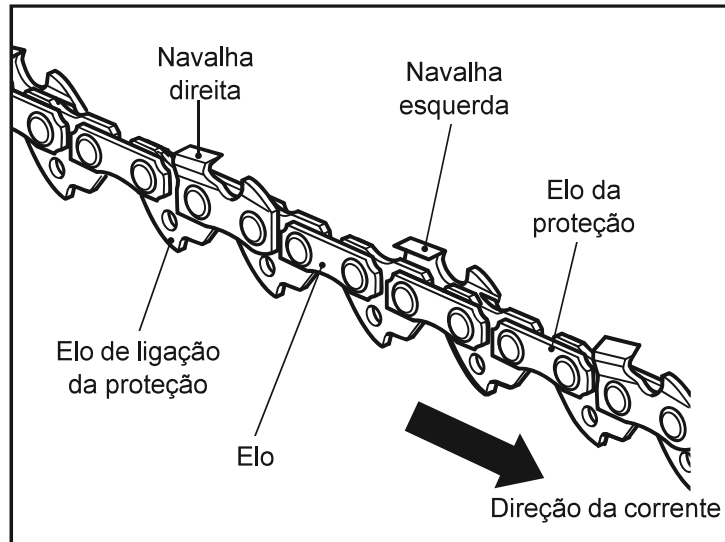

Fig. 65
2. A diferença de altura entre o dente e o rebordo é a profundidade de corte. Quando afiar a corrente (15), tem de ter em consideração os seguintes pontos (Fig. 65).